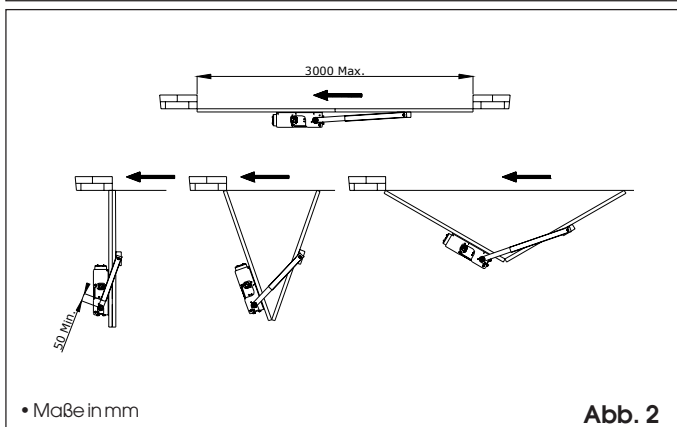
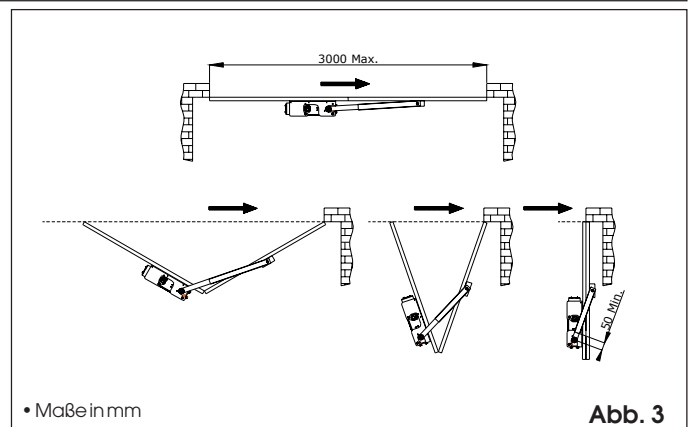

Abb. 2
Abb. 3
1) Die Bedienungsvorrichtung ist auf dem Flügel mit Scharnier direkt am Pfosten (Abb. 2) zu installieren; wenn hinter dem Tor nicht genügend Platz vorhanden ist, wird die Bedienungsvorrichtung bei geöffnetem Tor auf dem äußeren Flügel (Abb. 3) installiert. In
- 8) Falls erforderlich, die Ummantelung entsprechend auf das in Abb. 2 und Abb. 3 angegebene Maß von 50 mm kürzen. Hinweis: Ummantelung und Innenelemente müssen dieselbe Länge besitzen.